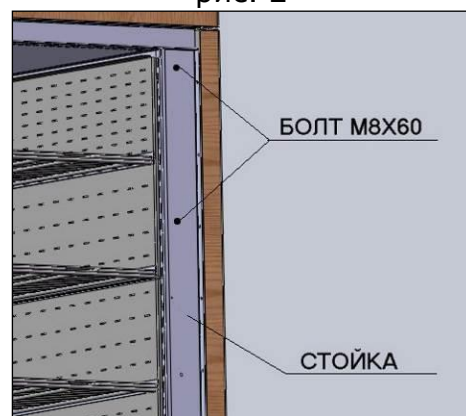

рис. 3
3. Стянуть витрины между собой болтами M8X60 отверстия в стойках JASON SE(рис.3); через 4 отверстия в вертикальной части рамы винтами впотай и через отверстия в нижних траверсах стоек болтами M8X60 (рис. 6); через траверсу KRIOС болтами M8X60 и через стойку основания шпилькой M8X420 (рис. 7)